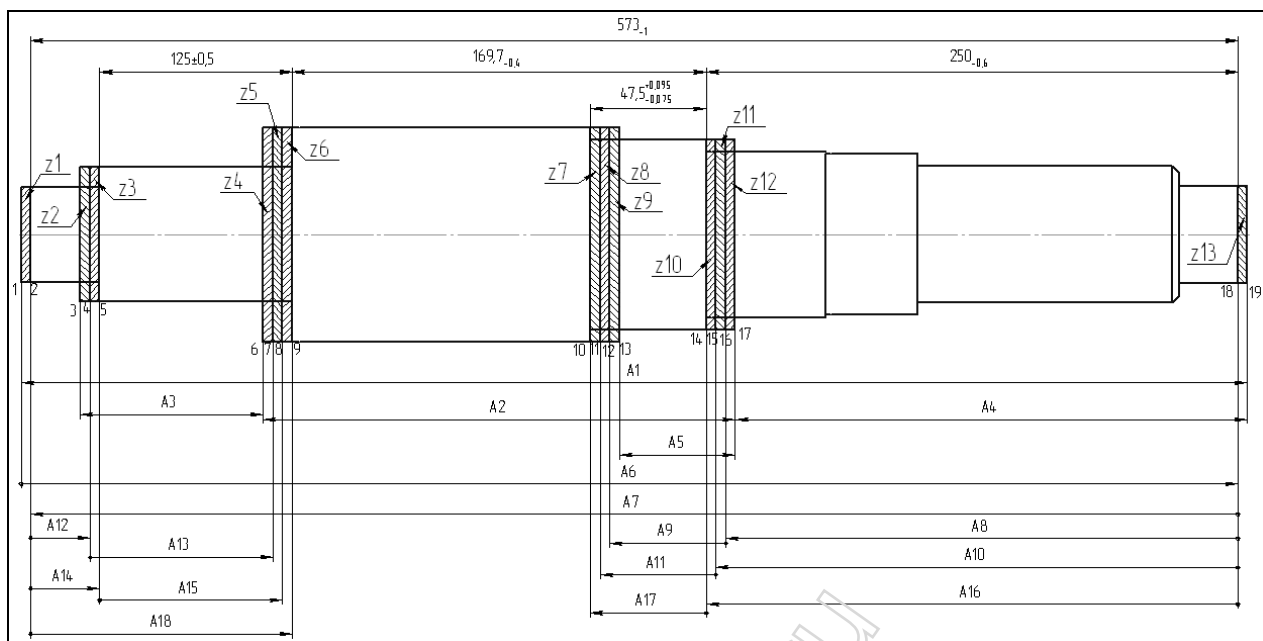

Рисунок 8.2 – Размерная схема «Размерная схема.frw»
1.5. Наносятся размеры механообработки. При этом базовая поверхность обозначается точкой, а обрабатываемая стрелкой (рисунок 8.2).